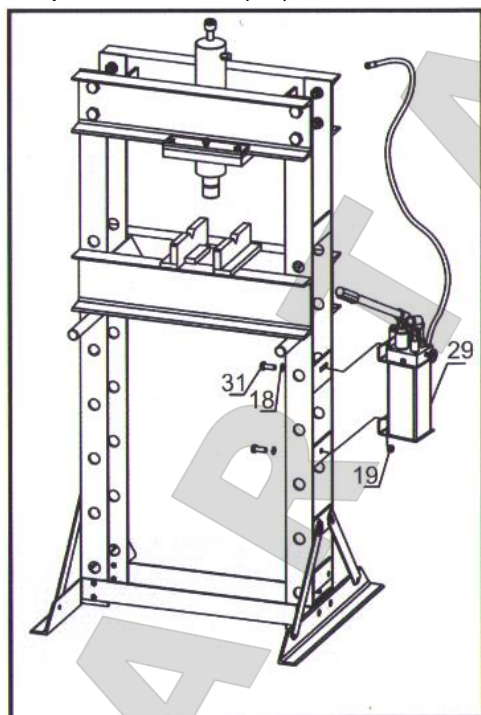

Рис. 5
Воспользуйтесь схемой станда (рис. 5), списком деталей и схемой сборки, приведенной в данной инструкции, разложите все детали по порядку и установите их предназначение перед сборкой.
6. Закрепите насос (29) на стойке болтами (31) и шайбами (18). См. рис. 5.